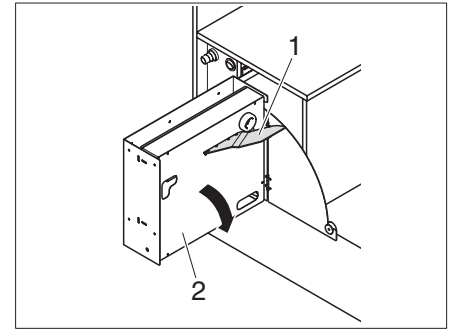

Fig. 76 Abrir hacia abajo la cocina de gas
- ▶ Abatir la placa de soporte (Fig. 76,1) y abrir hacia abajo la cocina de gas (Fig. 76,2).